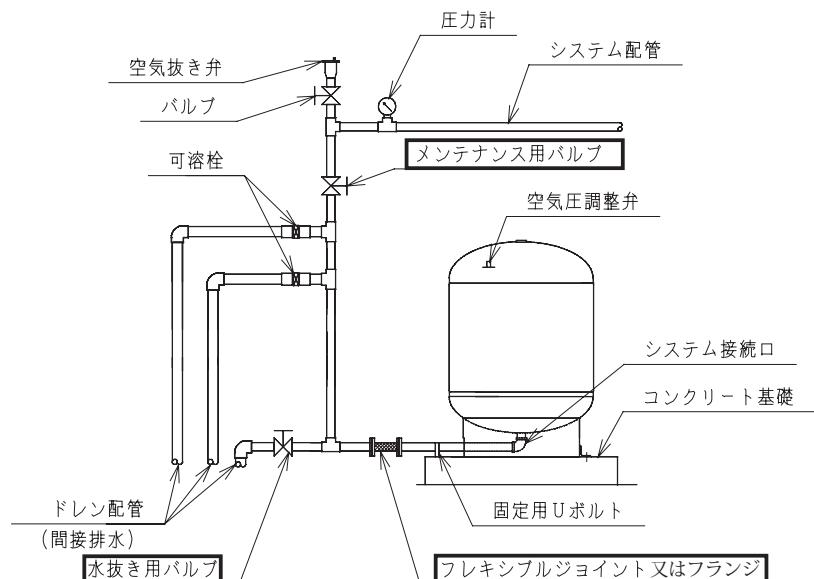
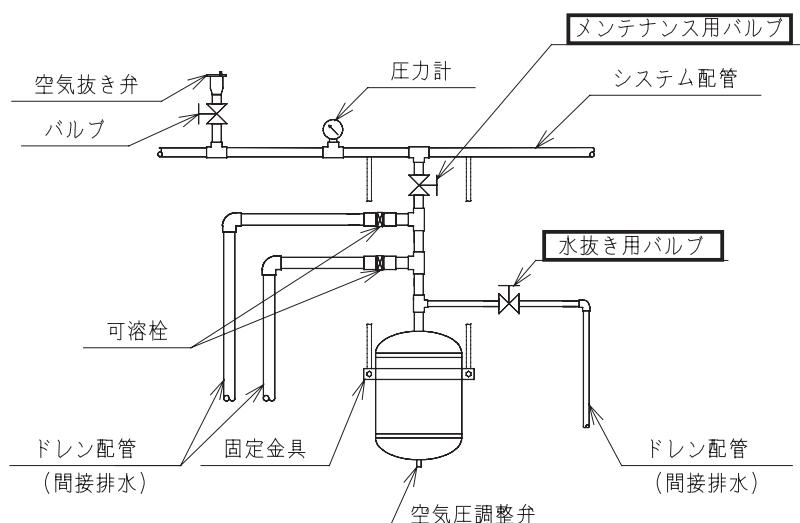

図 6-3 施工例 (ST - 39VK ~ 326V)
図 6-4 施工例 (ST-8-R 3/4 ~ 24-R 3/4)
- ① システム接続口への配管には、「メンテナンス用バルブ」「水抜き用バルブ」およびフレキシブルジョイントまたはフランジ（図6-3参照）を設けてください。なお、吊り下げタイプについては、フレキシブルジョイントおよびフランジ（図6-4参照）の取付けは不要です。
(本書第6章「据付け・配管施工時のお願い」図6-3、図6-4参照)